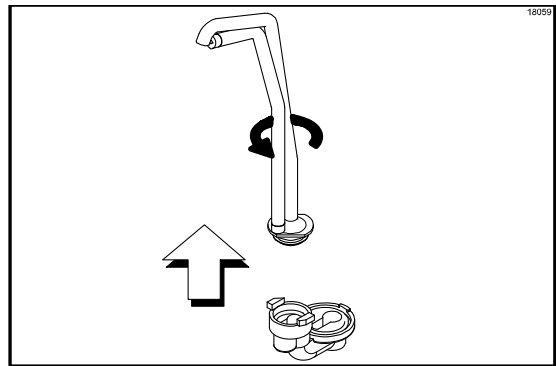

Figura 80
12. Retire tubo de escoamento do corpo da válvula girando-o no sentido anti-horário. (Veja a Figura 80.)